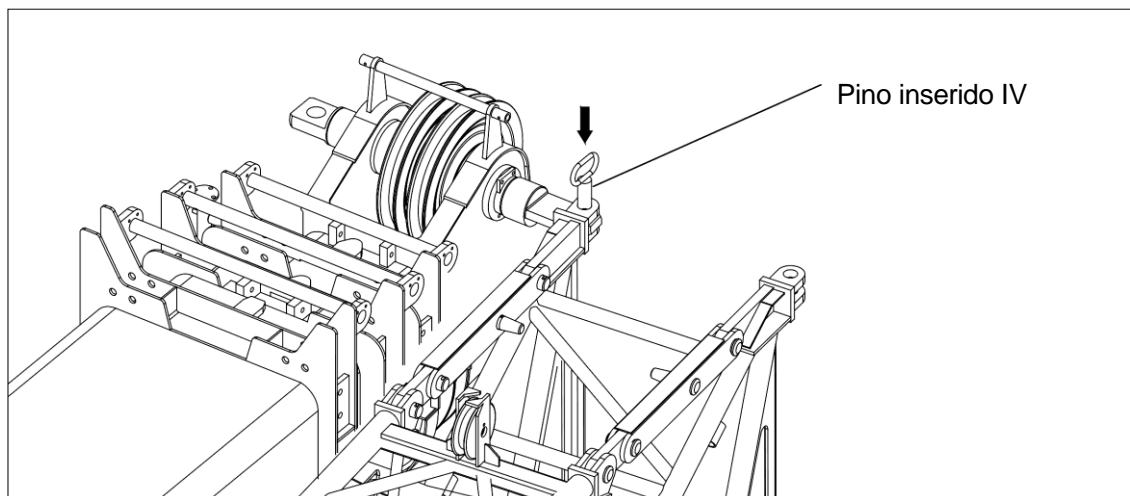

Fig.07-06
- g) Alinhe o garfo de conexão na extremidade do jib com o orifício da base de conexão do lado direito da seção 3 da lança telescópica, e depois o fixe com o pino inserido IV e pinos de mola. Remova o pino inserido II. Consulte a Fig.07-06.